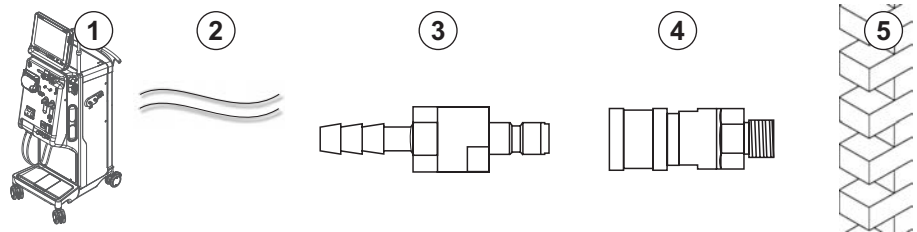

Abb. 4-6 Dialysatablauf mit Aquaboss-Kupplungen
- 1 Verschlussnippel (Abb. 4-6, ③), Material 1.4571 EPDM
- 1 Schlauchkupplung ④, Innendurchmesser des Schlauchs 9 mm, Material 1.4571 EPDM
2. Verschlussnippel ③ an Schlauch anschließen und mit Schlauchabsperrklemme oder Einohrklemme befestigen.
3. Verschlussnippel ③ an der an der Wand befestigten Schlauchkupplung ④ anschließen.